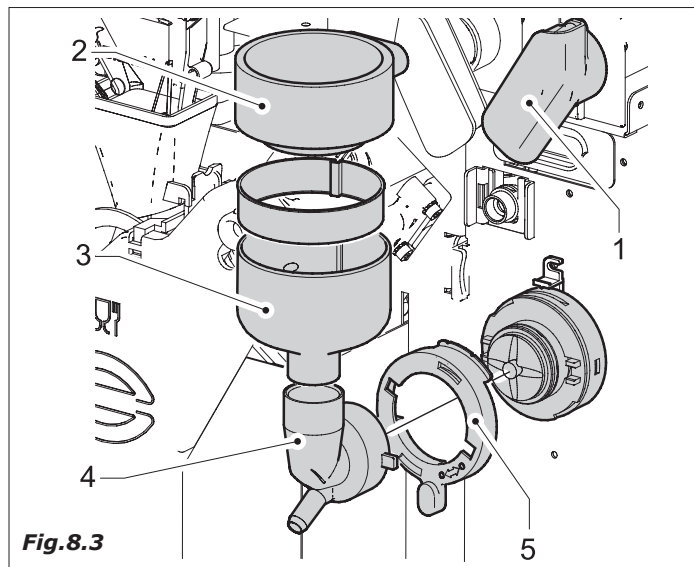

Fig.8.3
- embudos y cierre magnético de contenedores de producto (Fig.8.3-pos.1)
- salida de agua, (2), batidoras (3), aspas de las batidoras (4) y tuerca (5).